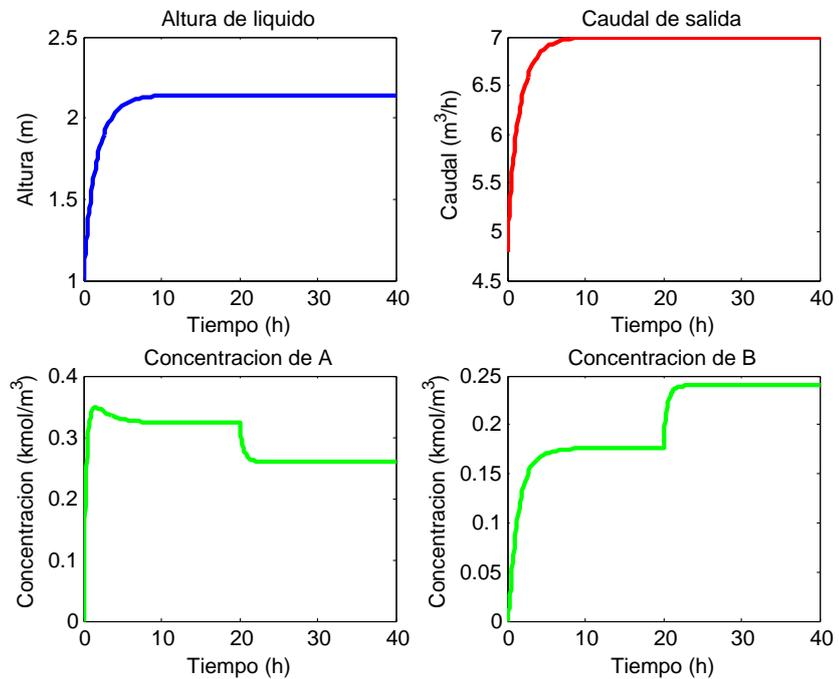

Figura 4.4: Salto escalón en la temperatura del reactor.
Si se modifica la temperatura del reactor ( $T$ ), pasando esta de 60 a 70°C se tiene la respuesta mostrada en la Figura 4.4. Puede apreciarse cómo ni el nivel y el caudal de salida se ven afectados, como era de esperar. La temperatura sólo influye en la constante de velocidad y, por tanto, en las concentraciones de reactivo y producto. Un aumento de temperatura hace que aumente la velocidad de reacción y, por tanto, que disminuya la concentración de reactivo (A) y que aumente la de producto (B).